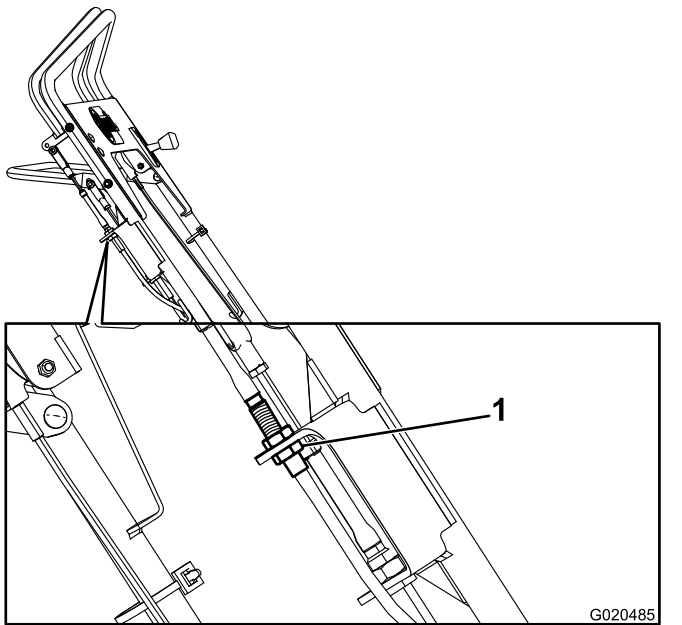

Figure 37
- Sur le support, desserrez et déposez le câble de réglage de la tringlerie (Figure 37).
- Déplacez l'écrou inférieur au bout du filetage (Figure 37).